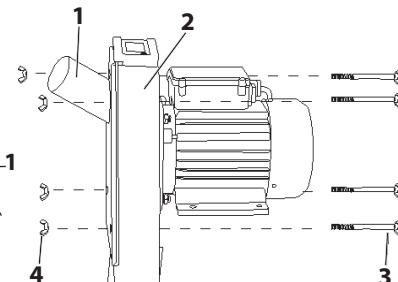

Рис. 6
- Установите внешнюю крышку (1) на корпус измельчителя (2). Убедитесь, что четыре отверстия крышки и корпуса совпали. Вставьте четыре болта (3) и закрепите четырьмя гайкой-башшком (4) (Рис. 6).